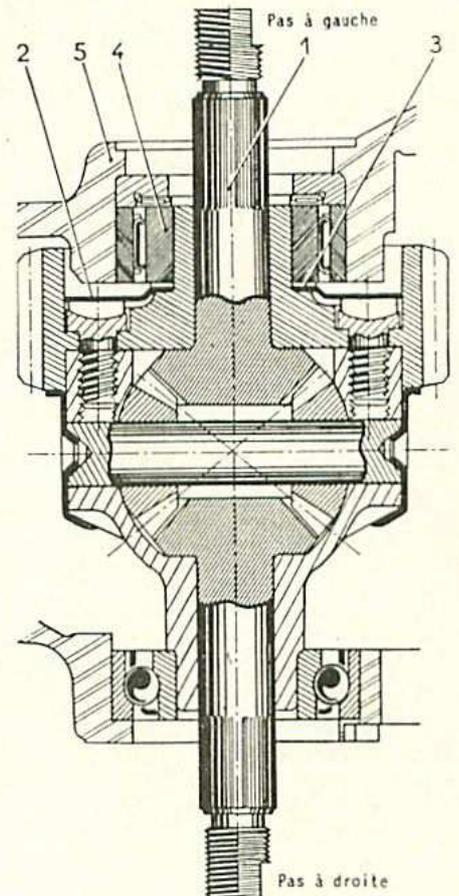

Fig. 44. — Vue en coupe du différentiel.
- Placer le pignon planétaire gauche (1) (fig. 44), le frein des vis (2), une épaisseur de cales (3) (d'environ 1 à 1,5 mm) la bague de réglage DIB-D (4) (remplaçant le roulement à aiguilles), puis le couvercle latéral gauche (5).